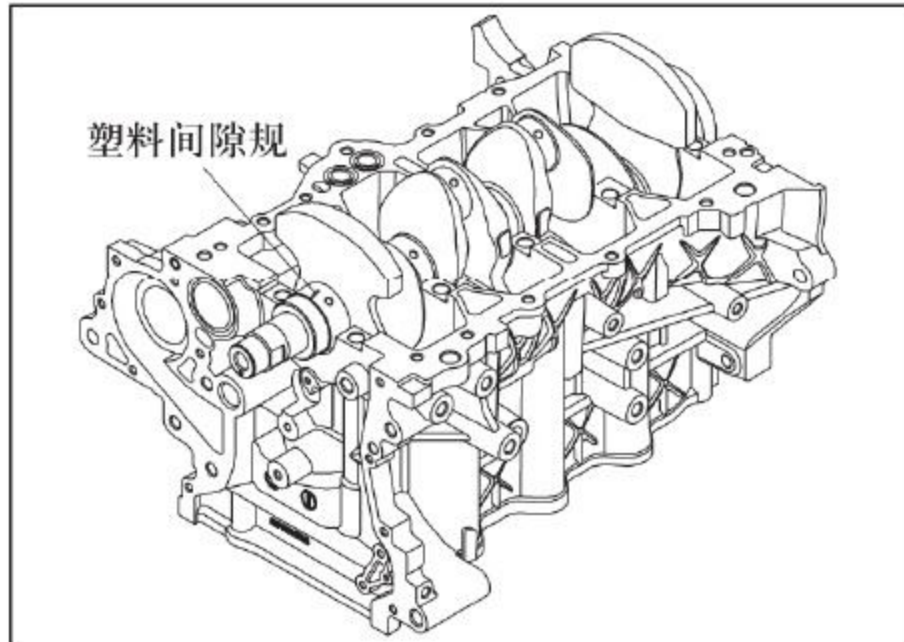

图12-3-9 安装塑料线间隙规
- c. 将塑料线间隙规切成与轴瓦宽度相同的长度，使其与轴中心线平行放在曲轴轴颈上，如图12-3-9所示。